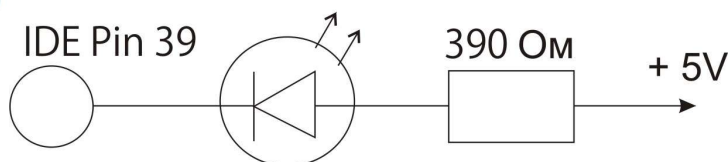

Рис. 8.2. Подсоединение внешнего светодиода для наблюдения процесса самостоятельного тестирования накопителя.
- ◆ Плата электроники накопителей Maxtor не оснащена светодиодом, поэтому можно присоединить внешний светодиод, как показано на Рис. 8.2.